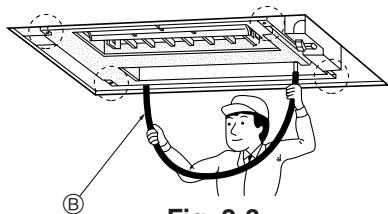

Fig. 2-8
- Verifique se os quatro cantos estão todos nivelados, usando um nível de bolha de ar ou um tubo de plástico claro com água. (Fig. 2-8)